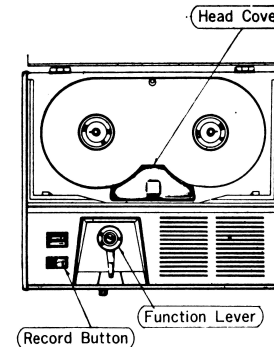

Fig. 4
2. Pull out Record Button. (Fig. 4)